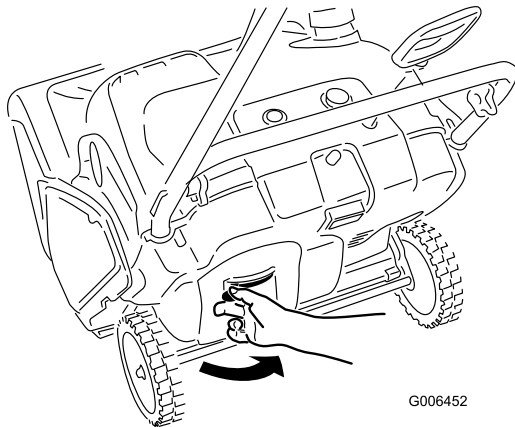

Figure 11
2. Déplacez la manette de starter vers la droite (Figure 11).